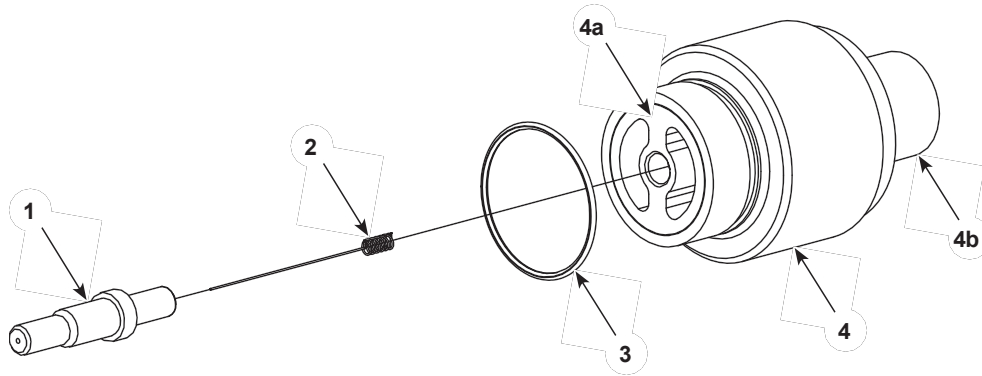

Abbildung 7-5 XD Elektrodenhalterung
**Details zur XD-Elektrodenhalterung:** (Siehe Abbildung 7-5)
- Die Elektrodenhalterung (4) enthält einen Widerstand. Wenn der Widerstand ausfällt, muss die gesamte Baugruppe ausgetauscht werden.
- Der Elektrodenhalter (1) und die Elektrode (2) sind separat erhältlich. Für konische und flache/eckige Sprühdüsen werden unterschiedliche Elektrodenhalter verwendet.
1. Schrauben Sie den Elektrodenhalter (1) ab und entfernen Sie die Elektrode (2).